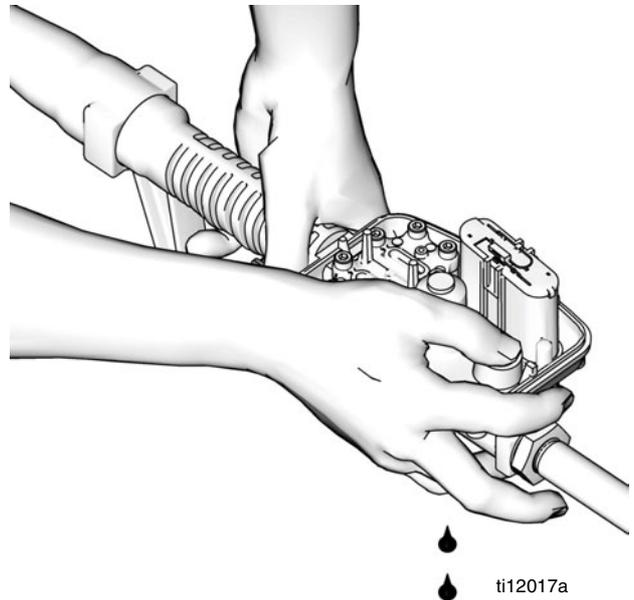

FIG. 31
- g. Coloque el pulgar sobre la parte superior de la varilla de disparo. Apriete lentamente el disparador para hacer que el aceite salga del orificio de la parte inferior de la varilla de disparo (FIG. 31).